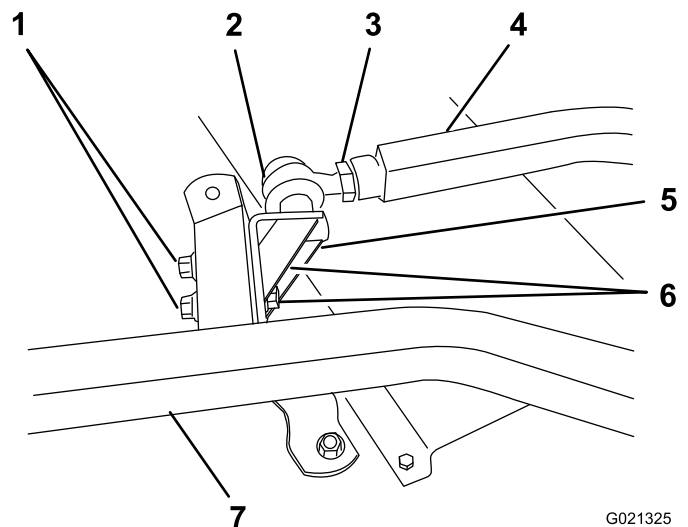

図 23
- 一人が左側プッシュアームを押さえつけ、もう一人が、ボールジョイントのマウントをカッティングユニットのキャストアームに固定しているキャップスクリュー、平ワッシャ、ロックナットを取り外す 図 23。外し終わったら、アームを押えていた人は、アームを押さえつけていた力を慎重にゆっくりとゆるめて68kgのスプリング圧力を開放する。
5. もう一人に、左側プッシュアームを上からしっかりと押し付けてもらって置いて、ボールジョイント・マウントの穴とキャストアームの穴とを整列させる [図 23]。そしてすぐに、プッシュアームの上部とシャーシの下との間に 10 cm x 10 cm の角材をはさみ込む。